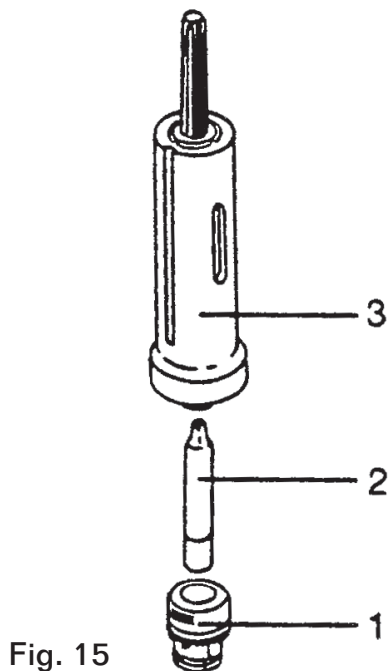

Fig. 15
PARA HUSILLOS CON ARBOL (Fig. 15, 16, 17)
Limpie el orificio del broquero (1) con un trapo limpio y suave. (Fig. 15)
1. Limpie la superficie del árbol (2) y la del husillo (3). (Fig. 15)